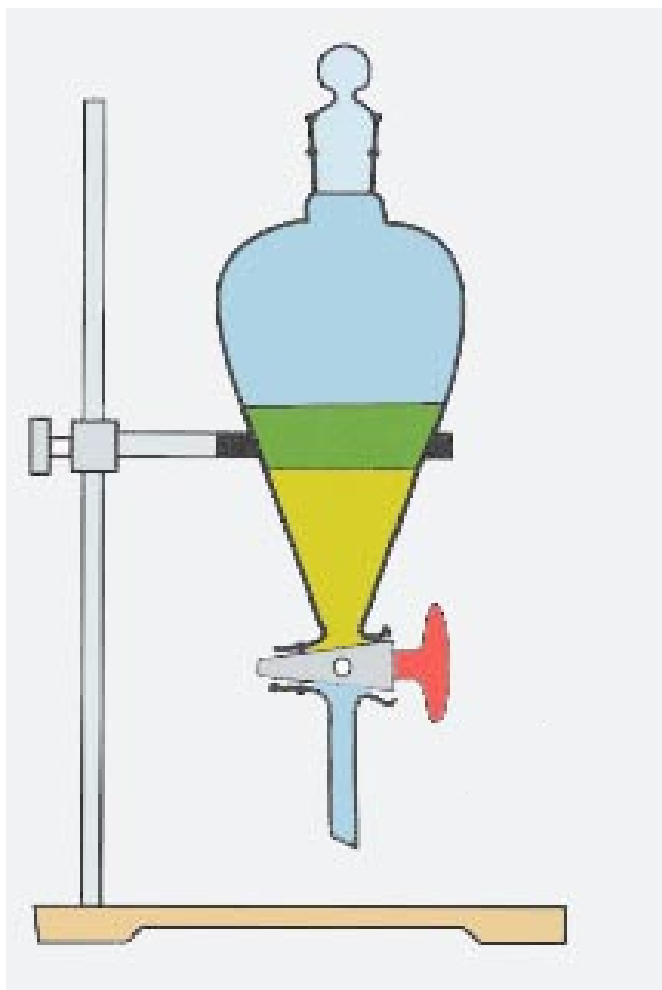

Figura 6.2: Embudo de separación.
4. Al destilado, adicione 80 g de sal común y agite. Vierta la mezcla en un embudo de separación como se muestra en la figura 6.2 y remueva la capa aceitosa de la parte inferior. Ésta capa es el aceite esencial del producto utilizado.